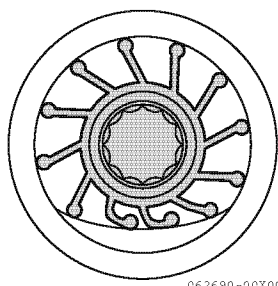

Figura 9
4. Cuando instale el impulsor, posicione las hojas del impulsor tal como se ilustra en la ilustración. (**Figura 9**)